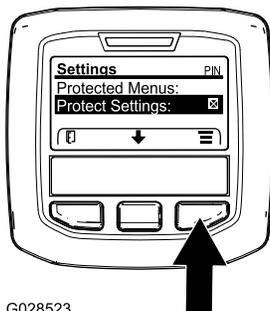

Figura 47
1. Accedete al menu protetto e sbloccate il sottomenu delle impostazioni protette (Figura 47); fate riferimento a Accesso ai menu protetti (pagina 21).